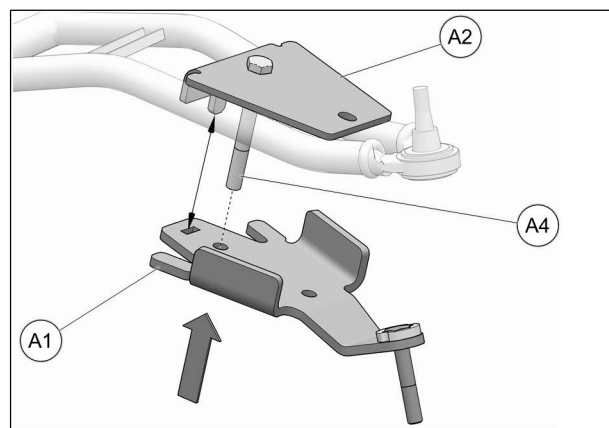

Fig. 20
6. Positionner la partie inférieure de l'ancrage (A1) sous le bras de suspension inférieur. Soulever l'arrière de l'ancrage (A1) et engager sur le boulon (A4) déjà installé dans la partie supérieure (A2). Assurez-vous que le tenon est bien inséré dans la mortaise. Voir la Fig. 20